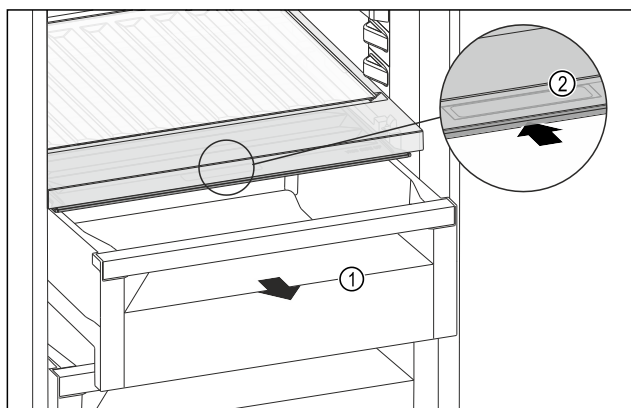

Fig. 177
- Estrarre il cassetto Fig. 177 (1).
- Afferrare la maniglia incassata Fig. 177 (2) sul coperchio dello scomparto e spingere allo stesso tempo all'indietro il coperchio dello scomparto.